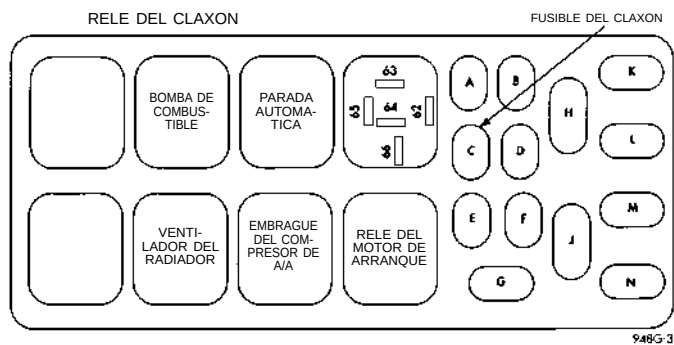
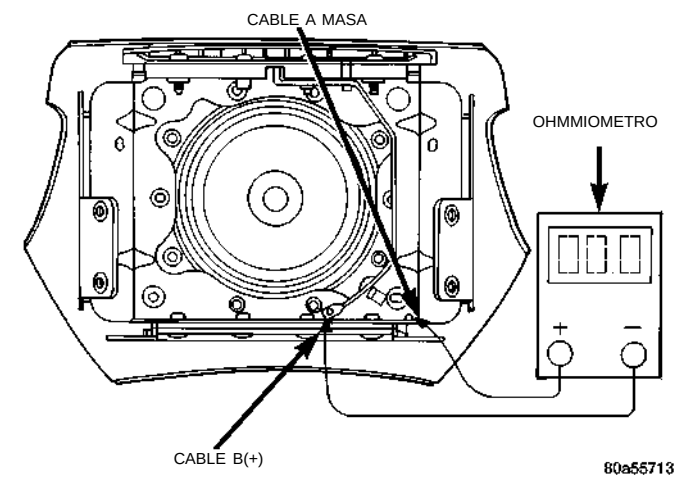

Fig. 5 Centro de distribución de tensión
Fig. 6 Prueba del conmutador del claxon — Módulo del airbag del conductor
(1) Retire el relé del claxon del Centro de distribución de tensión.
(2) Utilizando un ohmiómetro, conecte un cable a masa y el otro cable a la cavidad 65 del Centro de distribución de tensión (Fig. 5).
(3) Al pulsar el conmutador del claxon, debería haber continuidad. Si no hay continuidad, diríjase al Paso 4.
(4) Pruebe la continuidad en el conmutador del claxon, retire el Módulo del airbag del conductor. Consulte los procedimientos de Montaje y desmontaje del Módulo del airbag del conductor.
(5) Utilizando un ohmiómetro, conecte un conductor a la masa del Módulo del airbag del conductor y el otro al cable B(+) (Fig. 6).
(6) Pulse el conmutador del claxon u el contador debería mostrar continuidad. Si no hay continuidad, reemplace el Módulo del airbag del conductor. Si hay continuidad, repare según sea necesario.
- (1) Retire la cubierta del Centro de distribución de tensión y localice el relé del claxon.
- (2) Retire el relé del claxon (Fig. 5).